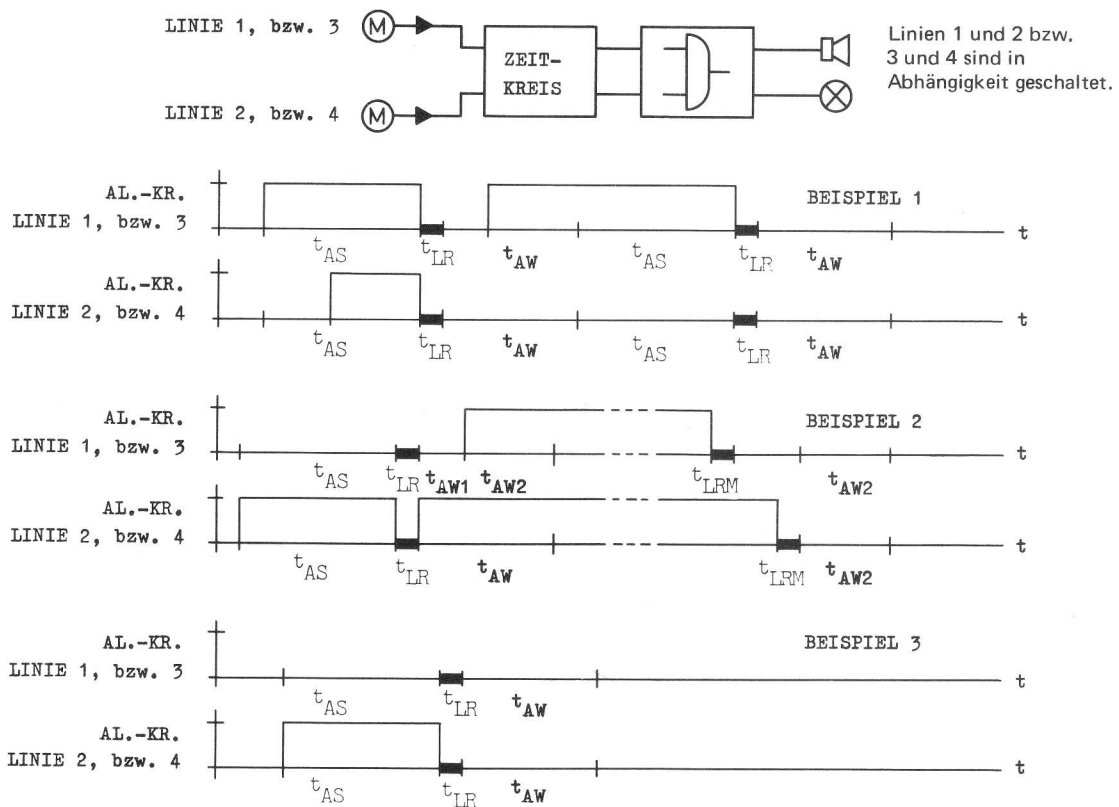

Bild 10 Funktionsdiagramm der AlarmzwischenSpeicherung mit Zweilinenabhängigkeit
5.4.2.4. Alarmzwischenspeicherung mit Zweilinenabhängigkeit (siehe Bild 10)
Wenn eine oder beide Linien Alarm melden, wird der dazugehörige Alarmzwischenspeicher T7/T8 im MS6-Einschub gesetzt. Über die Brücke 1 - 3 wird der Transistor T9 leitend und über die Brücke 3 - 4, Diode D14, Anschluß 10, Anschluß 9 in der MS6-Anschaltung der Zeitkreis angesteuert. Die Vorgänge wiederholen sich wie im Abschnitt 5.4.2.2. „Alarmzwischenspeicherung“ beschrieben. Während der Alarmwartzeit wird der Emitter von T2 in der MS6-Anschaltung über D2, Brücke 5 - 6, D12 und den leitenden T15 an 0 V gelegt. Meldet während dieser Zeit nur eine von beiden Linien Alarm, so blinkt die Melderanzeige des angesprochenen Melders. Anschließend läuft die Speicherzeit und die Melderanzeige blinkt weiter bis zum Beginn der Linienrückstellzeit. Meldet während der Speicherzeit auch die andere Linie Alarm, hat das auf den Zyklusablauf des Zeitkreises **keinen** Einfluß. Nach der Linienrückstellzeit wiederholt sich die Alarmwartzeit wie im ersten Zyklus. Meldet keine Linie mehr Alarm, geht die Zentrale in den Ruhezustand zurück (siehe Bild 10, Beispiel 1).
schaltung gestoppt. Nach dem Beheben des Alarmzustandes in beiden Linien und dem manuellen Rückstellen durch Betätigen des Linienschalters LS entlädt sich der Kondensator C1 weiter und der Rest der Alarmwartezeit, die unterbrochen wurde, läuft ab (siehe Bild 10, Beispiel 2).
Trifft während der Alarmwartezeit kein weiterer Alarm ein, so wird die Zentrale nach dem Ablauf der Alarmwartezeit in den Ruhezustand geschaltet (siehe Bild 10, Beispiel 3).